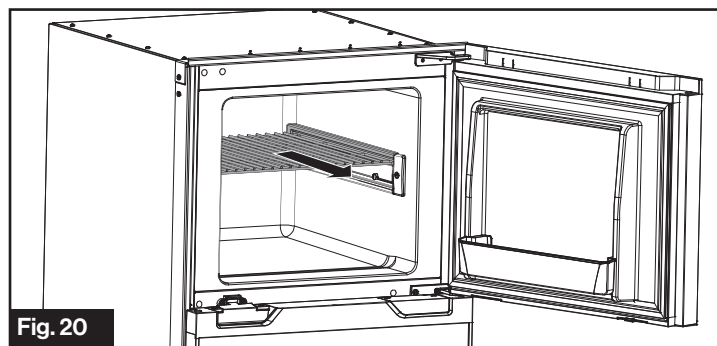

Fig. 20
4. Répétez les étapes 2 et 3 pour desserrer la vis de fixation de l'étagère de l'autre côté. Tirez pour retirer l'étagère de sa position initiale. (Fig. 20)